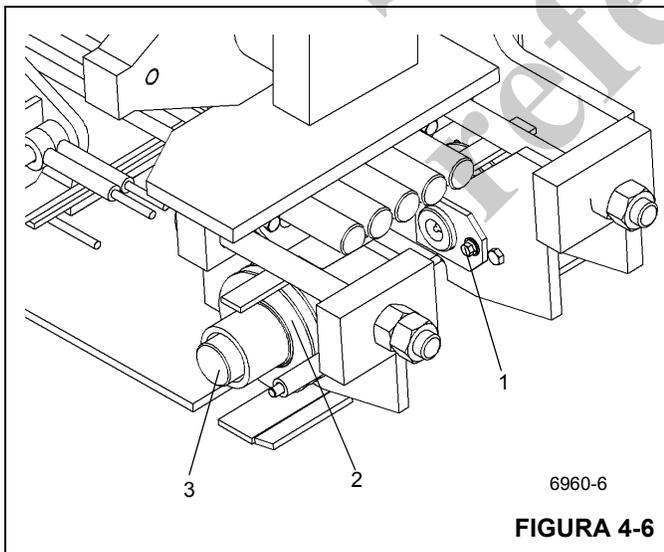

FIGURA 4-6
2. En los dos lados, saque los pernos (1) que fijan cada miembro soldado de eje de polea de retracción. Retire el eje, el buje espaciador, el conjunto de polea y las dos arandelas de empuje (3) (Figura 4-6). De ser necesario, quite la grasa del miembro soldado de eje.